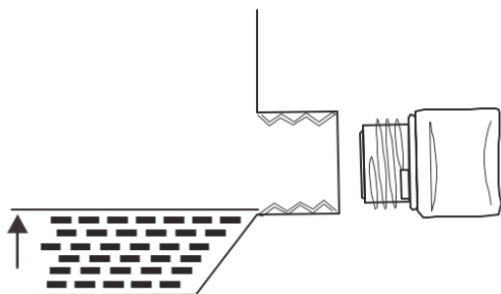

Figure 4 : Niveau correct d'huile moteur
3. À l'aide de l'entonnoir et de l'huile fournis, versez toute la bouteille d'huile dans le moteur. Voir le niveau d'huile correct dans la figure 4 ci-dessous.
- Le moteur est rempli d'huile moteur (voir Figure 4 : Niveau correct d'huile moteur).